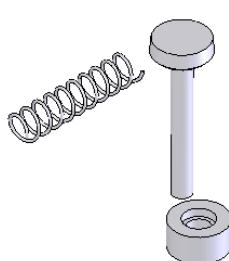

图 7-118 插入零件
**04** 插入零件。在菜单栏中选择“插入”→“零部件”→“现有零部件/装配体”命令，分别将弹簧和限位罗圈插入装配体中，单击标准视图工具栏上的等轴测按钮 ，以等轴测视图观看模型，如图 7-118 所示。